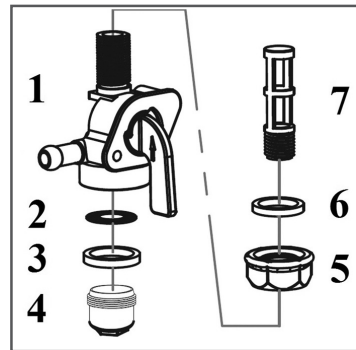

Рис. 24 Устройство топливного крана
Устройство топливного крана показано на Рис. 24.
2. Открутите контргайку 5 на 1-2 оборота (Рис. 24).
4. Открутите стакан отстойника 4 и слейте из него бензин в подготовленную для этого емкость (Рис. 24).
чатый фильтр 2 (Рис. 24).
6. Выкрутите из корпуса топливного крана сетчатый фильтр 7 (Рис. 24).
1. Слейте топливо из топливного бака и карбюратора (Рис. 24).